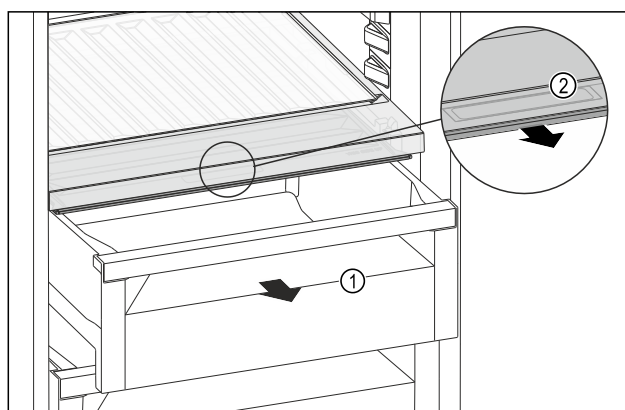

Fig. 120
- ▶ Zásuvku Fig. 120 (1) vytáhněte.
- ▶ Uchopte prohlubeň pro rukojeť Fig. 120 (2) na víko zásuvky a současně zatáhněte za víko zásuvky směrem dopředu.